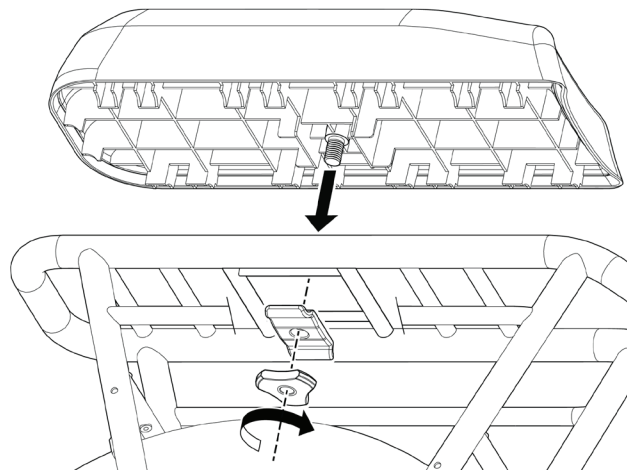

Abbildung 3: Montage des erhöhten hinteren Sitzes
- a. Positionieren Sie den Sitz so auf dem Gepäckträger, dass die Abwärtsschraube in das Montagefenster passt (Abbildung 3).